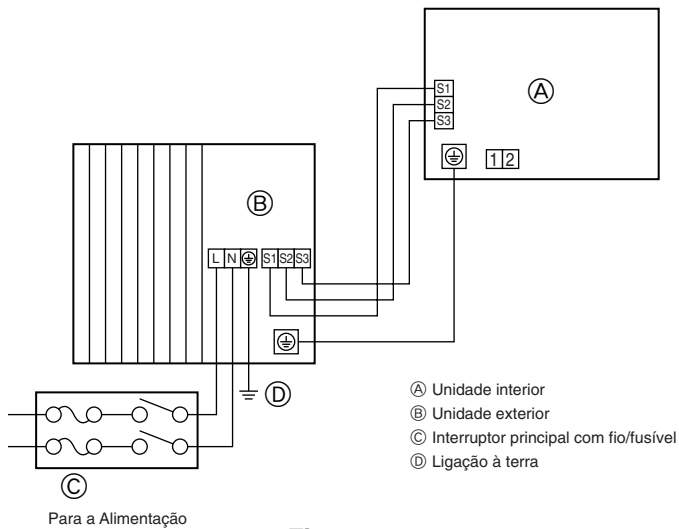
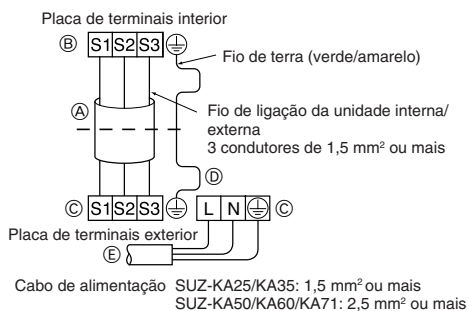
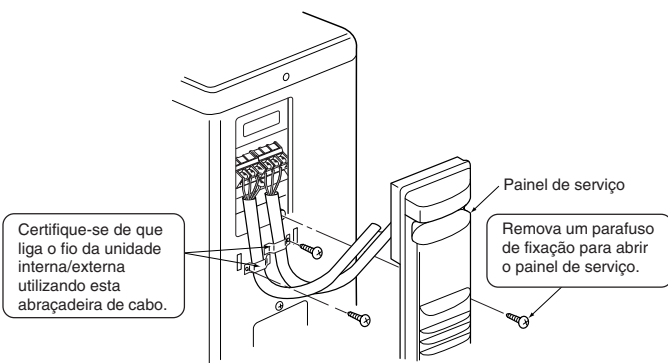
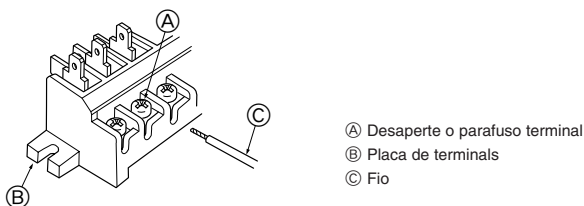

Fig. 6-1
Fig. 6-2
Fig. 6-3
Fig. 6-4
### 6.1. Unidade exterior (Fig. 6-1, Fig. 6-2, Fig. 6-3, Fig. 6-4)
- ① Retire o painel de serviço.
- ② Ligue os cabos referentes à Fig. 6-1, Fig. 6-2, Fig. 6-3 e Fig. 6-4.
- Faça as ligações tal como demonstrado no diagrama, na parte inferior esquerda. (Obtenha o cabo a nível local) (Fig. 6-2)
- (A) Cabo de ligação
- (B) Placa de terminais interior
- (C) Placa de terminais exterior
- (D) Instale sempre um fio de terra que seja mais comprido do que os outros cabos.
- (E) Cabo de alimentação
- Seja prudente para não trocar a cablagem. (Fig. 6-4)